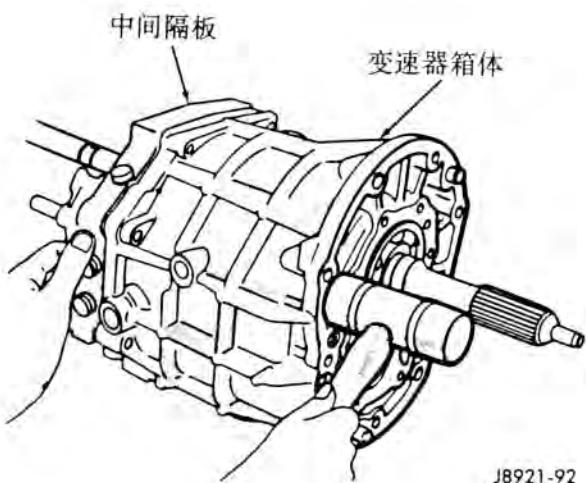

图 94 安装前轴承盖
(5) 在前轴承盖上安装新密封垫并把轴承盖安装到壳体上(图94)。